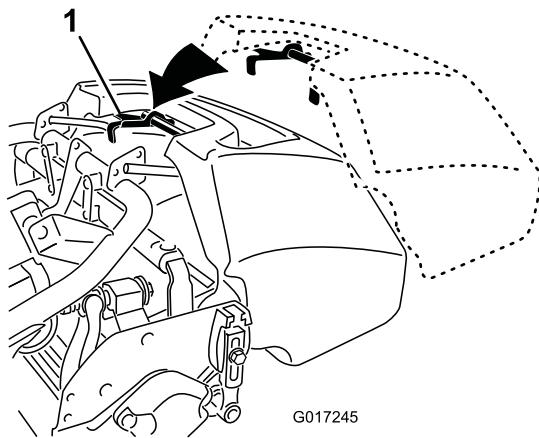

Figura 21
2. Guidate il coperchio del cesto tra le piastre laterali dell'apparato di taglio e sopra il rullo anteriore (Figura 21).
3. Installate i ganci del cesto sull'anello del telaio (Figura 21).